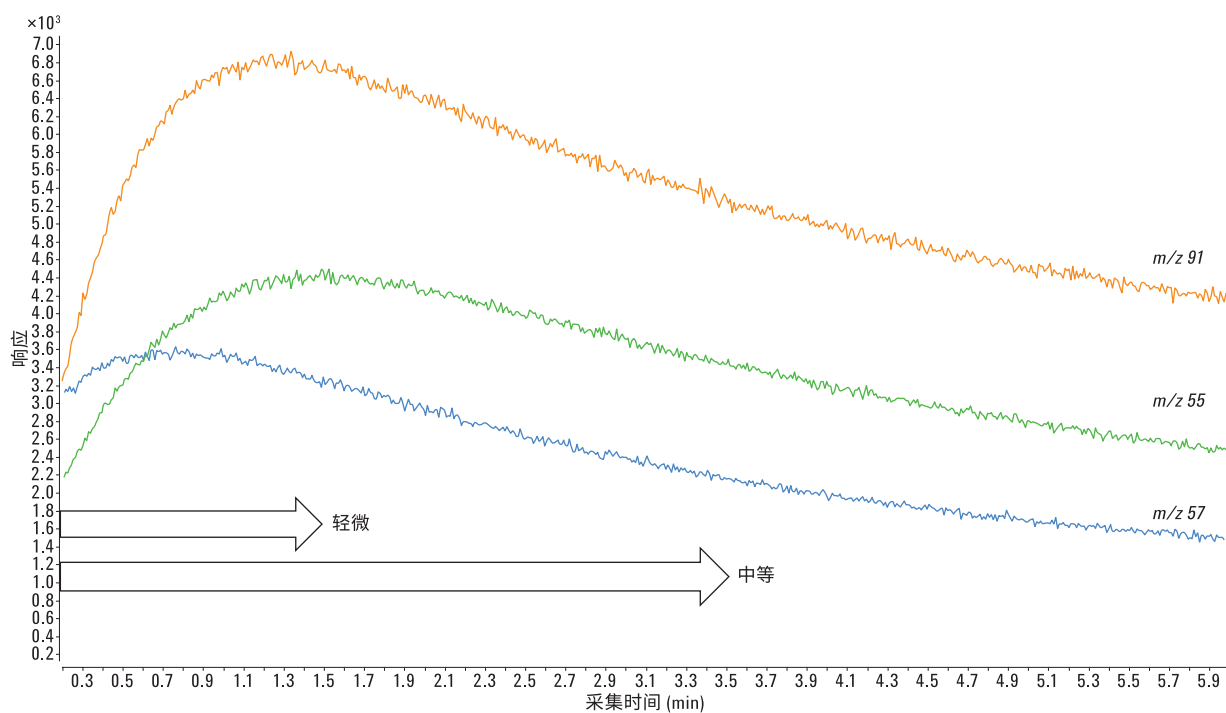

图 9. 在 0-6 min 范围内，在 Agilent 5977B SQ-HES 中采用仅清洁 JetClean 获得的 EIC
在仅清洁模式下，采集处理过程中的数据文件作为记录。对该记录的解析非常有助于了解离子源的状态以及离子源在处理过程中的变化。可编辑熟悉的质谱参数以记录数据文件，且应在进入仅清洁模式之前对这些参数进行设置。在发现代表常规离子源污染的良好指示物的离子之前，扫描模式采集提供了最全面的记录。如果能找到这些离子，则首选 SIM。质量范围的上限无需超出几百  $m/z$  ( $< m/z$  500)，设置为 300  $m/z$  通常就已足够。通常将下限设置为 45 或 50 质量单位。从质量数 29 (TQ, 滤除的最低质量数为 30) 或 28 (SQ) 开始扫描可用于通过  $N_2H^+$  ( $m/z$  29) 的形成间接监测氢，以确认氢是否得到应用。SQ 中形成且容易测量的多种不常见的物质包括  $H_3^+$  ( $m/z$  3)、 $HeH^+$  ( $m/z$  5)、 $ArH^+$  ( $m/z$  41) 等等。扫描速度应非常低；每秒一次扫描足以使数据文件保持较小，同时仍可及时记录变化。图 9 显示了此类数据的一个示例。根据扫描范围和离子源类型设置增益因子 (GF) 很重要：如果包括  $N_2$  或  $N_2H$ ，则设置较低的 GF，根据扫描窗口中可见的物质强度可提高 GF。